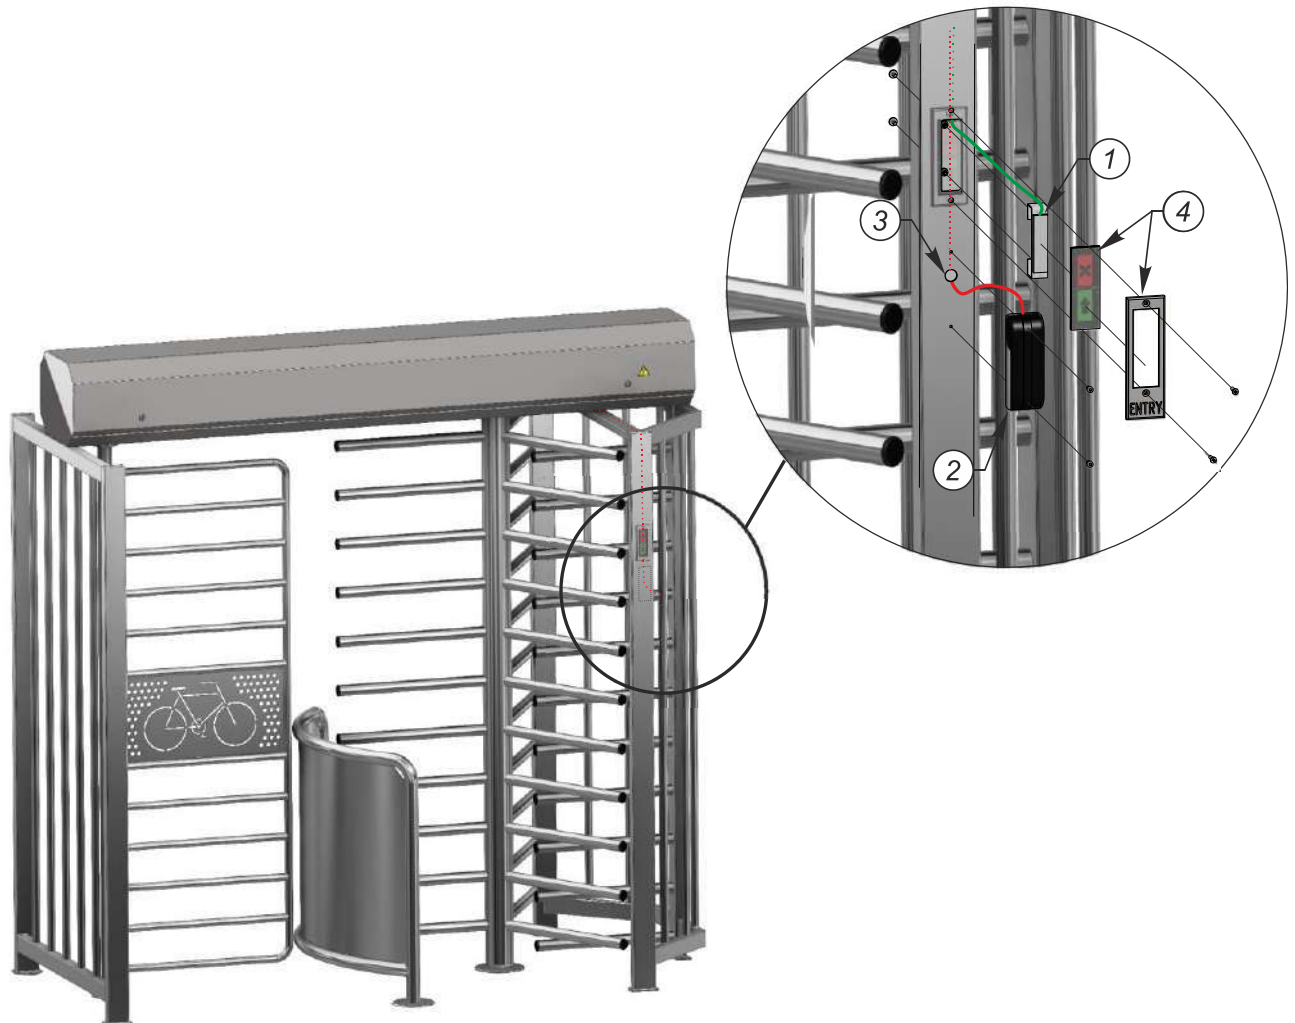

Рис.13 - Установка считывателя бесконтактных карт и табло индикации
- Сделайте отверстия (3) возле табло индикации в торце стенки прохода (см.рисунок 13), по размеру согласно выбранного заказчиком считывателя. Протяните кабель к контейнеру, закрепите считыватель (2) на стойке и подключите
- Установите кронштейн с индикацией (1) в стенку прохода, протяните кабель к контейнеру, установите панель (4) на световое табло индикации и закрепите винтами;